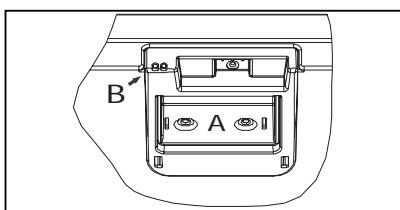
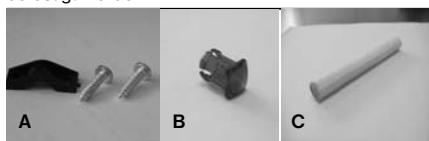

Abbildung 6.
Abbildung 8.
7.2. Innenbeleuchtung (Abb. 6.)
2. Setzen Sie anschließend das Türsignal zurück, indem Sie die Fernbedienung (Abb. 8) auf den Türsensor richten (Abb. 6 B) und die Taste drücken.
Die LED kann mit dem Komponenten-Kit (Abb. 8) befestigt werden.